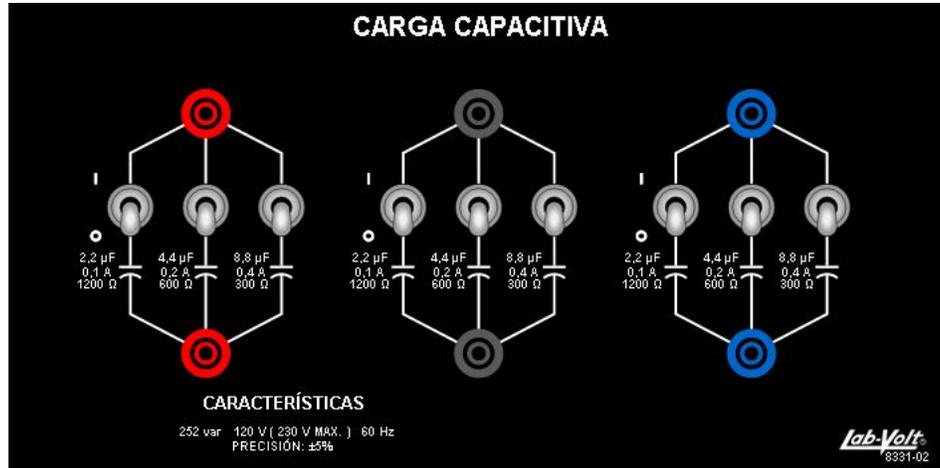

Figura 6.4
6.3.4 Cada capacitancia cuenta con un interruptor que lo conecta (posición arriba) o desconecta (posición abajo) de las terminales como se muestra en la figura 6.4.